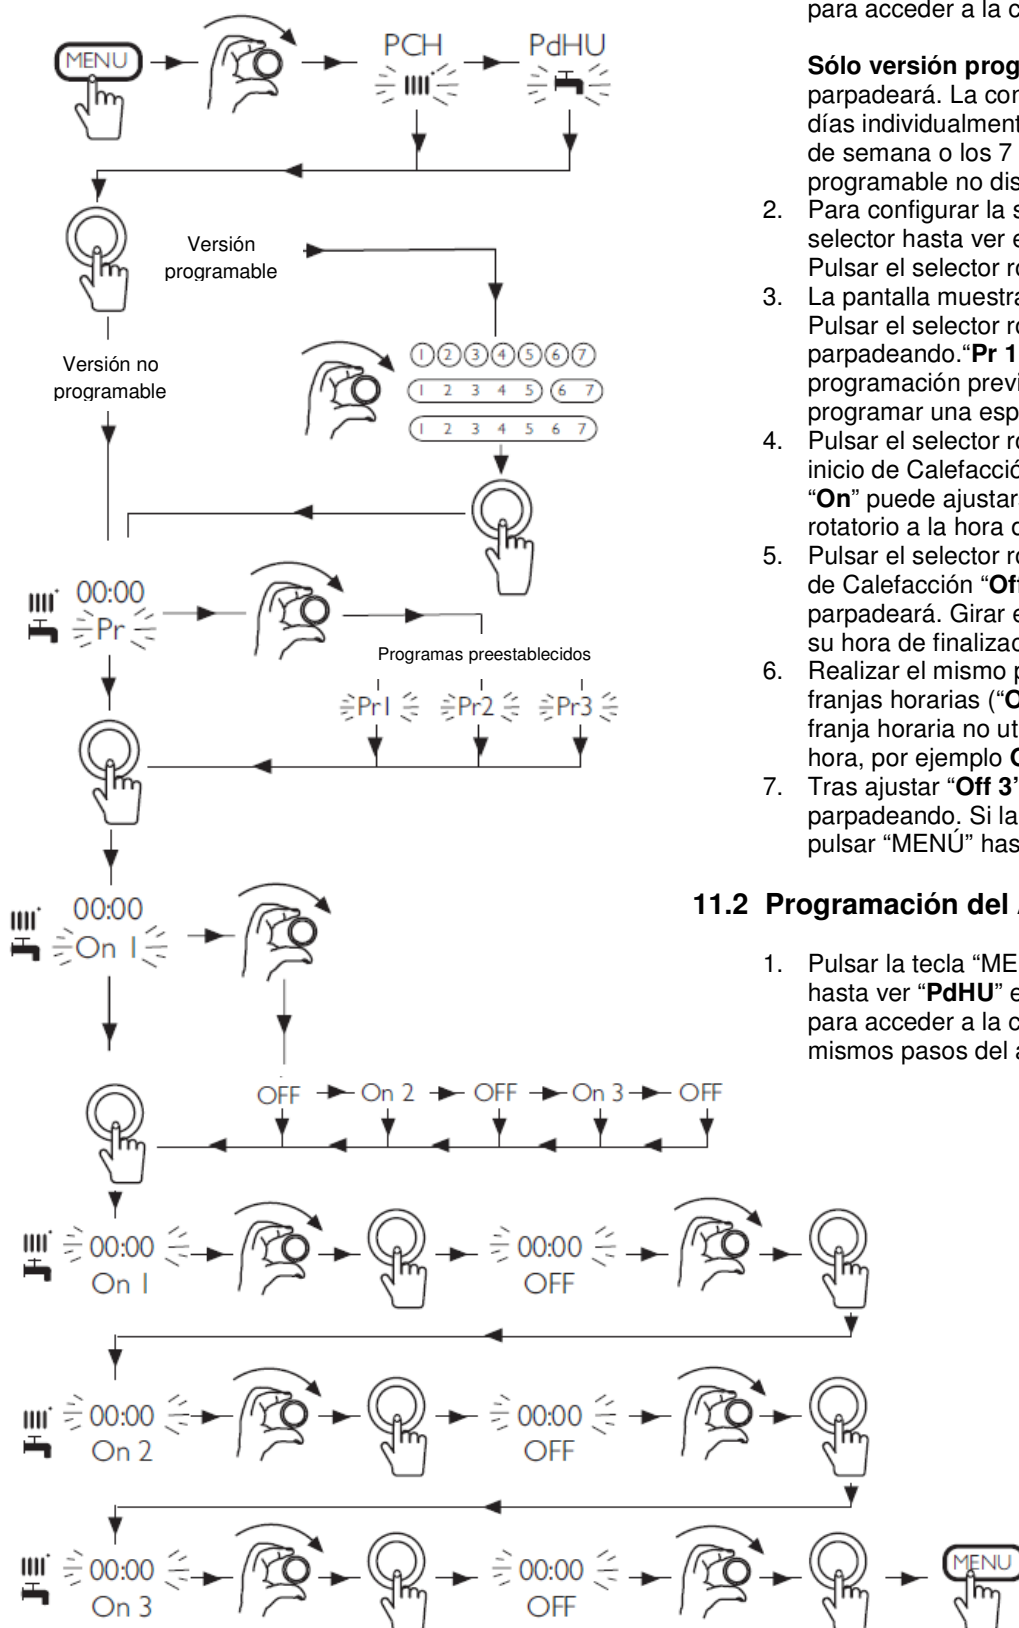

Fig. 26: Programación de la Calefacción y del A.C.S.
1. Pulsar la tecla "MENU" y girar el selector rotatorio hasta ver "PCH" en pantalla. Fig. 26. Pulsarlo para acceder a la configuración.
1. Pulsar la tecla "MENU" y girar el selector rotatorio hasta ver "PdHU" en pantalla. Fig. 26. Pulsarlo para acceder a la configuración y repetir los mismos pasos del apartado anterior.